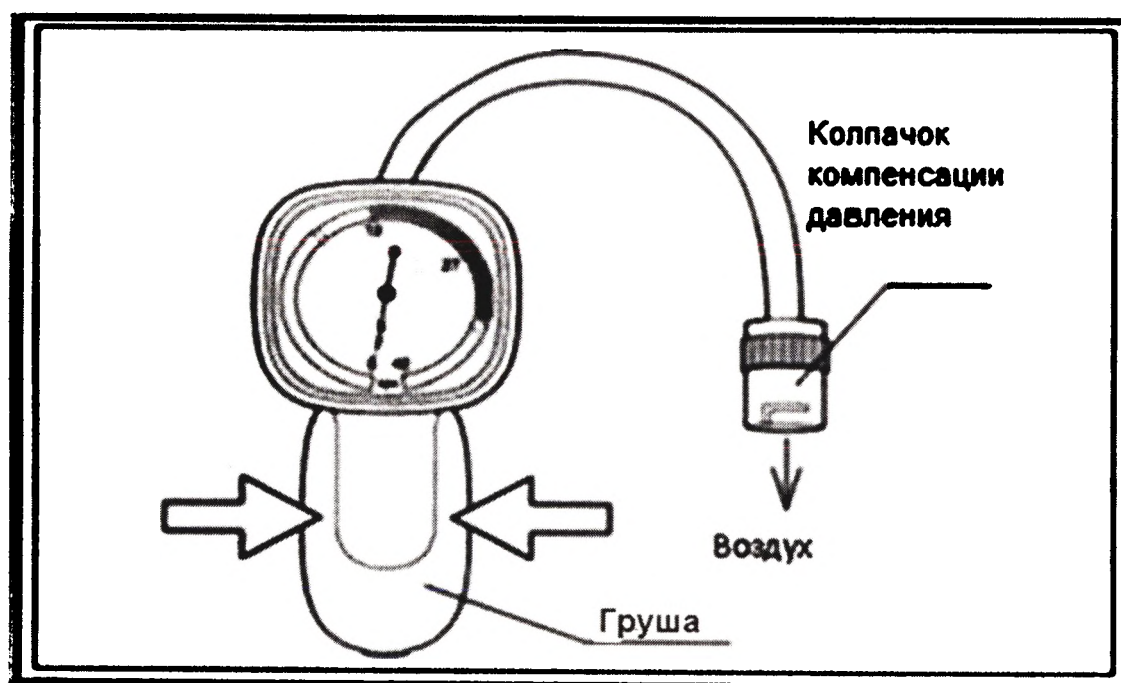

Рис. 7.6 Тестер утечки
2. Нажмите на грушу, убедитесь, что обнаружена утечка, или выпустите воздух из разъема. (см. рис. 7.6).